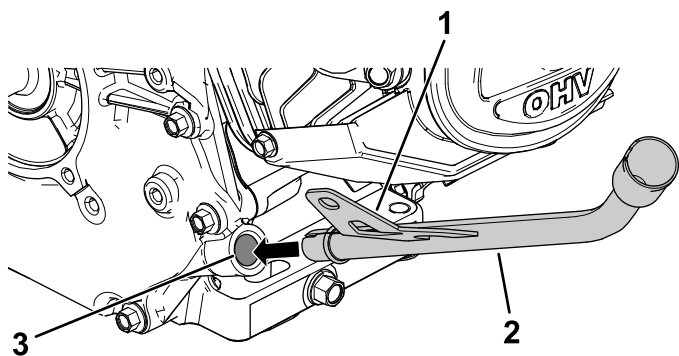

Figure 9
5. Insérez le tube de la jauge en biais dans l'ouverture (Figure 9).
6. Avec la massette en caoutchouc, tapez sur le **support** (repère 1) du tube de la jauge (Figure 9) pour fixer le tube dans le moteur.